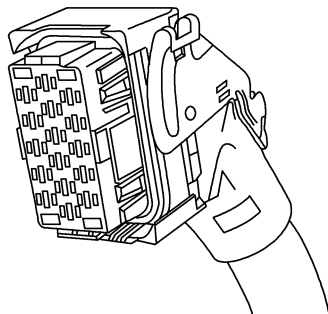

图 6-108 Bosch® ECM 喷油器驱动插头
(1) 触针更换
① Bosch® ECM 喷油器驱动插头如图 6-108 所示。该插头用于将线束连接到 ECM 上。